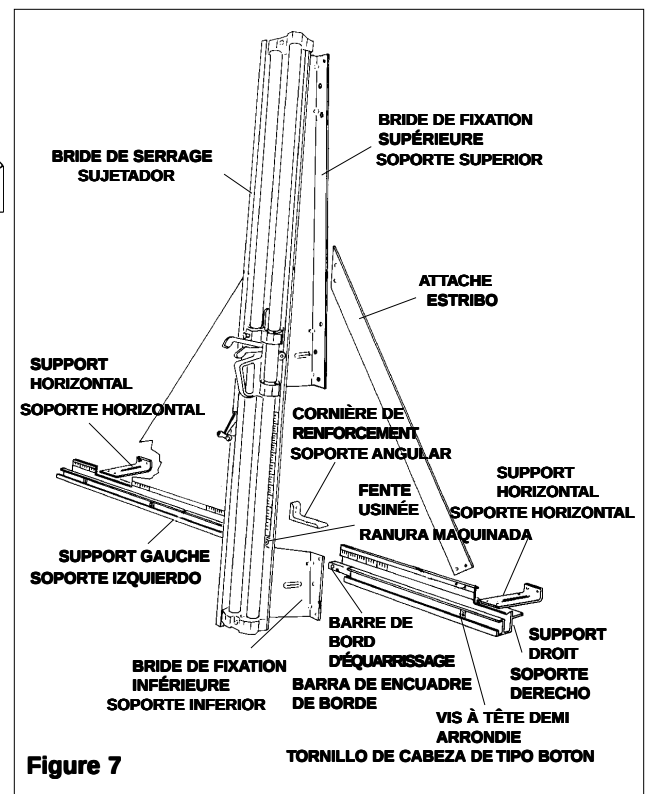

Figure 7
5. Installez le **SUPPORT HORIZONTAL** entre le **SUPPORT GAUCHE** et le mur. Référez-vous à la **Figure 7**. Utilisez deux boulons et écrous à six pans 10-24, montrés à C, et deux vis à bois à six pans, **A**.
6. Référez-vous à la **Figure 7** pour le montage de l'**ASSEMBLAGE DU SUPPORT DROIT**.